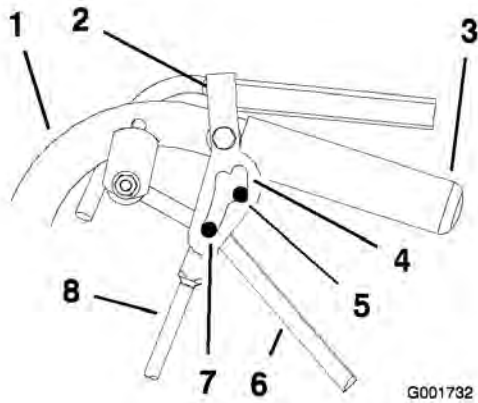

Figura 54
5. Quite y ponga el cierre de bloqueo de punto muerto comprobando que la rueda no gira (Figura 54). Continúe con este proceso hasta que la rueda no gire.